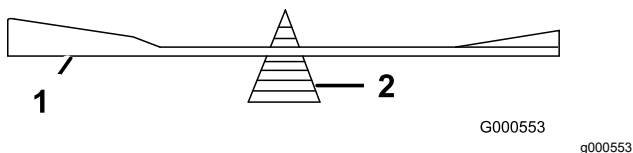

Figura 82
2. Verifique el equilibrio de la cuchilla colocándola sobre un equilibrador de cuchillas (Figura 82).